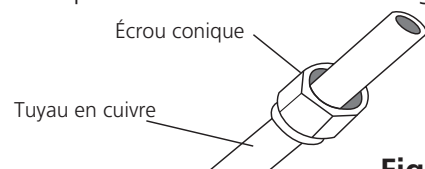

Fig. 7.3
3. Placez les écrous évasés sur les deux extrémités du tuyau. Assurez-vous qu'ils soient orientés dans la bonne direction, sinon vous ne pourrez pas les positionner ou changer leur direction après les avoir évasés. Voir Fig. 7.3